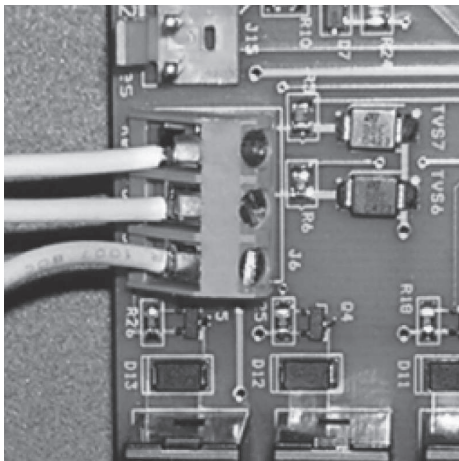

Figura 11A. Conexión remota de Piscina-Apagado-Spa (Conexión de 3 cables)
4. Conecte el cableado desde el sistema de control de la piscina/spa al terminal remoto de la bomba de calor (vea la Figura 11a).